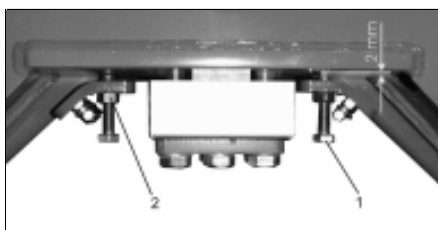

Fig. 37
Begränsningsskruvarna (Fig. 37/1) ska ställas in med 2 mm spel.
- Lossa kontramuttern (Fig. 37/2)
- Dra åt kontramuttern (Fig. 37/2)